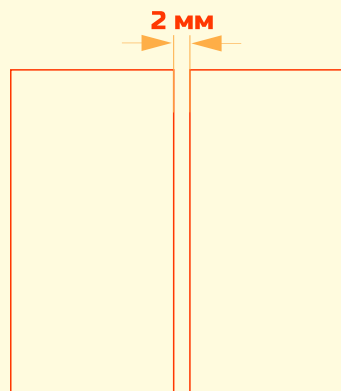

РИС. 2
11. Зазор между ближайшими вырезаемыми элементами должен быть не менее 2 мм (см. рис. 2).